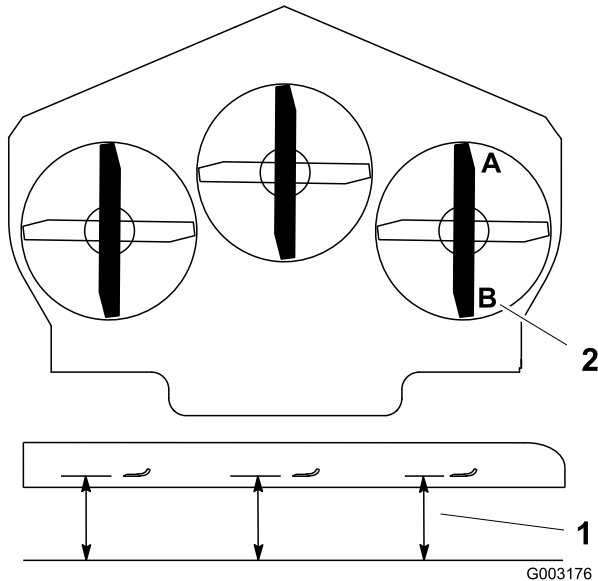

Figure 77
1. Tournez la lame droite dans le sens longitudinal (Figure 77).
2. Mesurez la distance au point **A** entre la surface plane et le tranchant de la pointe de la lame droite (Figure 77).
4. Mesurez la distance au point **B** entre la surface plane et le tranchant de la pointe de la lame droite (Figure 77).
6. La lame doit être plus basse de 6 à 10 mm au point **A** qu'au point **B** (Figure 77). Si ce n'est pas le cas, passez aux étapes suivantes.